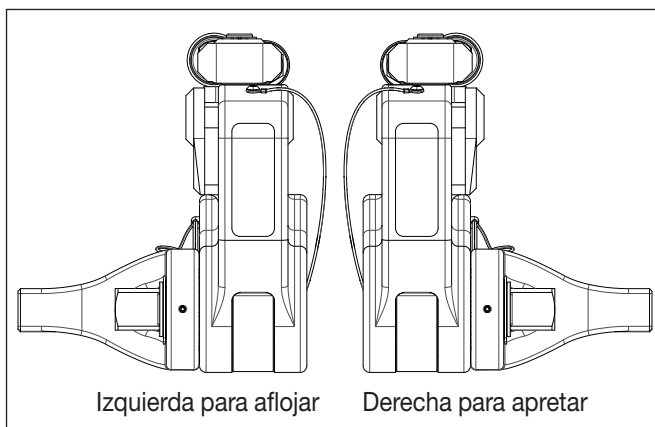

Figura 9: Sentido de accionamiento para aflojar/apretar
- Para apretar pernos, monte el cuadradillo en la posición que se indica en la Figura 9.